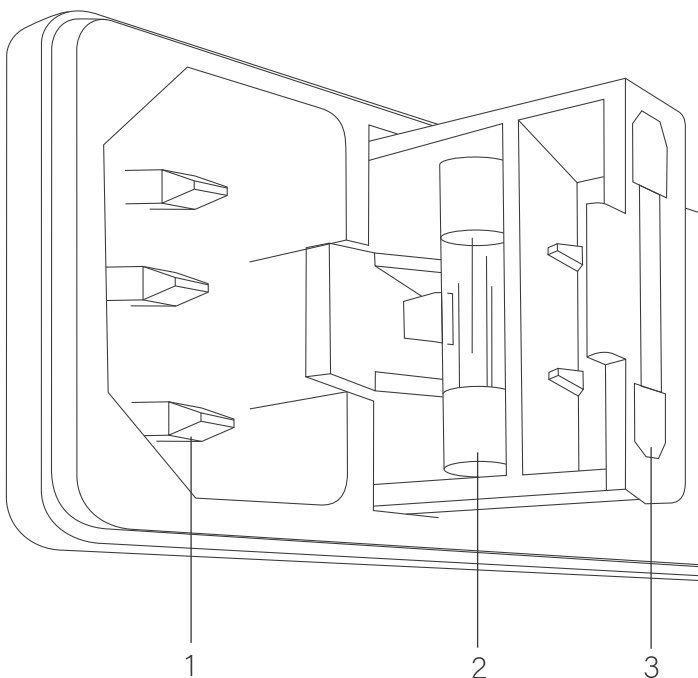

Рис. 19. Замена предохранителя.
- Отсоедините сетевой кабель от розетки и разъема 1 (рис. 19). Подождите несколько минут, чтобы лампа остыла.
С помощью небольшой плоской отвертки подцепите колодку предохранителя 3 (рис. 19) и извлеките ее в направлении на себя. Удалите использованный предохранитель 2 (рис. 19) и вставьте на его место новый. Установите колодку предохранителей обратно в гнездо и утопите ее до упора. Подсоедините сетевой кабель к разъему 2 (рис. 3) и к электрической розетке.